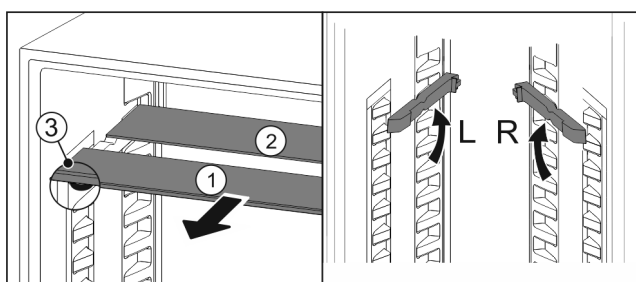

Fig. 58
- ▶ Træk glaspladerne ud enkeltvis fremad Fig. 58 (1).
- ▷ Glaspladen Fig. 58 (1) med pyntelisten ligger foran.
- ▷ Stoppe Fig. 58 (3) peger nedad.